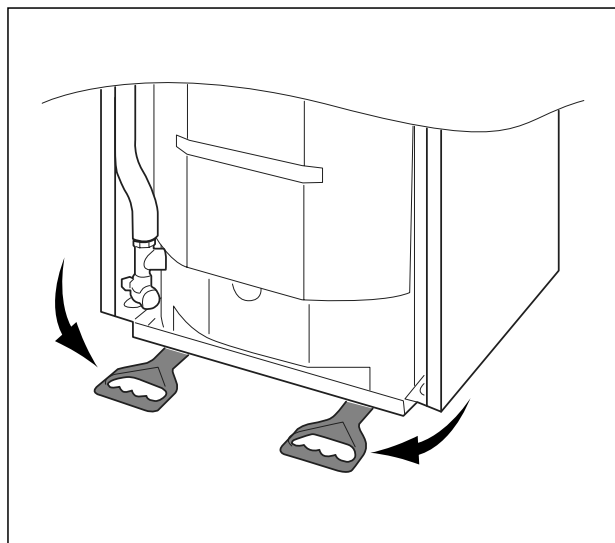

Fig. 4.2 Mânere portante
- Apucați de sub aparat și rotiți mânerul spre față (vezi Fig. 4.2). Asigurați-vă că picioarele reglabile sunt strânse până la limită.